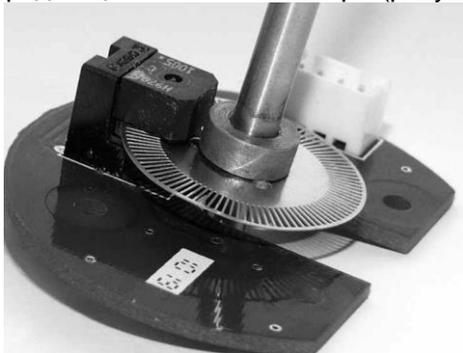

Рисунок 1
4.2 В корпус генератора вмонтирована ось вращения из нержавеющей стали 08X18H10T, на которой закреплен тонкий металлический диск. На диске по кругу на равном расстоянии выполнены сто небольших прямоугольных прорезей. Плоскость диска расположена между приёмной и передающей частями оптопары (рисунок 1).